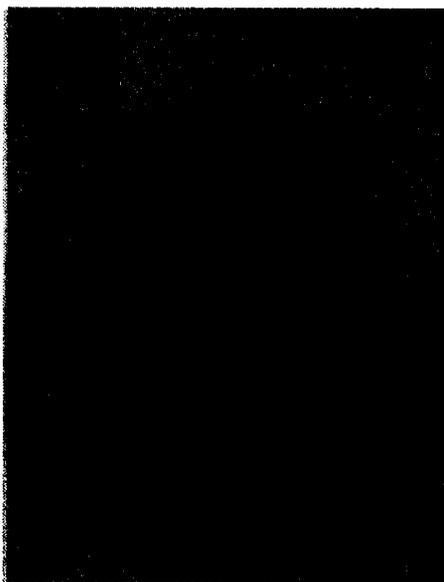

Figura 8. Detalle de una volatilización;
**Volatilización:** Es la vaporización de materiales a altas temperaturas, debido a esto se forman burbujas en el esmalte que luego revientan al entrar en contacto con otro cuerpo, quedando éste teñido de color. La pieza de la cual se ha volatilizado el esmalte aparece con una mancha intensa rodeada por una zona casi sin esmalte. Uno de los elementos que presenta volatilizaciones es el cobre, el plomo también presenta este tipo de defecto (figura 8).